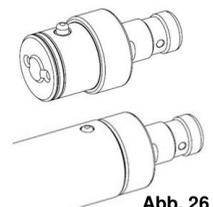

Abb. 26
- Drücken Sie den Arretierstift vom *Eingangsstück* und stecken Sie dieses mit leichten Drehbewegungen in das Schlagrohr. !Der Arretierstift muss einrasten! (Abb. 26)